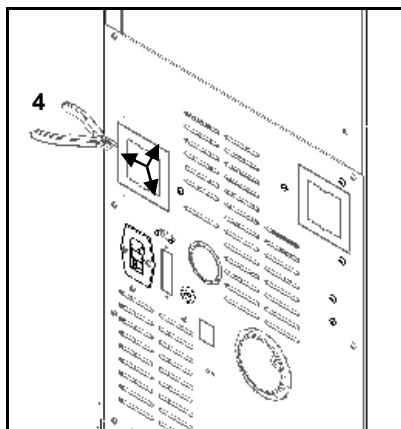

Figura 95 - Remoção tampa posterior salamandra
f) Na parte posterior do equipamento remover a tampa assinalada na Figura 95, cortando nas zonas assinaladas com um alicate de corte (4).